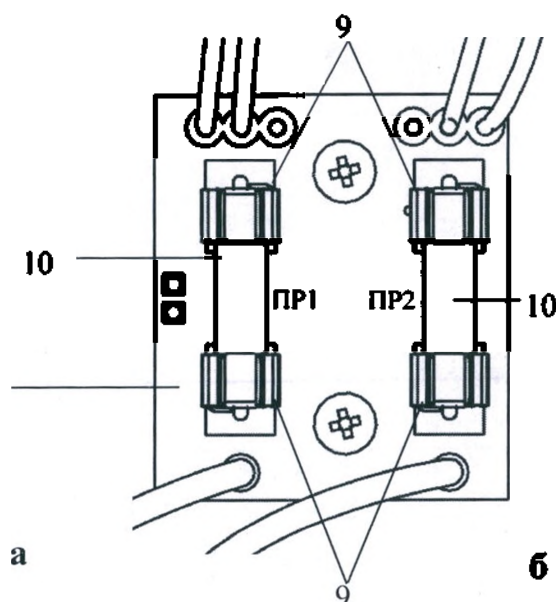

Рисунок 7
13.5.2 Плавкие предохранители ПР1 и ПР2 установлены на отдельной плате, которая расположена в электронном отсеке (Рис.7). Тип доступа к предохранителям – при помощи инструмента.
- ЭПРА, источник стабилизированного питания и плата с предохранителями находятся с внешней стороны основания облучателя в электронном отсеке и закрыты задней крышкой (Рис.7)
- открутить винты крепления (Рис.7а, поз.12) держателя облучателя;
- открутить винты крепления (Рис.7а поз.3) крышки электронного отсека,
- открыть электронный отсек сняв крышку (Рис.7а поз.2).
Замена ЭПРА	- отсоединить провода, подводимые к клеммам ЭПРА (Рис.7а поз.4); - открутить винты крепления ЭПРА (Рис.7а поз.5); - снять ЭПРА и заменить на новый; - установить на место неисправного ЭПРА, новый-закрутить винты крепления ЭПРА (Рис.7а поз.5) и подсоединить соединительные провода. - Демонтированный ЭПРА утилизировать, как отходы класса А
Замена источника питания стабилизированного напряжения для	- отсоединить провода, подводимые к клеммам источника питания стабилизированного напряжения; - открутить винты крепления источника питания (Рис. 7а поз.7); - снять источник питания (Рис. 7а поз.6) и заменить на новый; - сборку произвести в обратной последовательности. - демонтированный источник питания утилизировать, как отходы класса А.
Замена предохранителей	- извлечь перегоревший предохранитель из держателей, установленных на плате предохранителей (Рис. 7б)  - перегоревший предохранитель заменить на новый; - демонтированный предохранитель утилизировать, как отходы класса А.